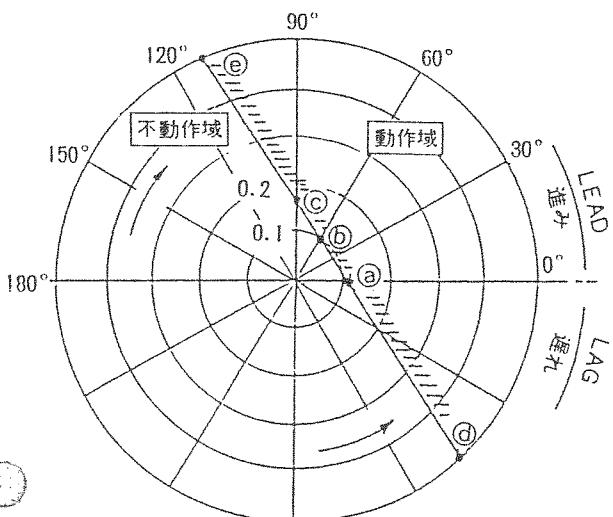

図2 位相特性図
- (4) 電圧（電流）切換スイッチは300Vレンジにし、電圧（電流）調整ツマミで定格電圧の190Vに設定します。
- (5) 位相調整ツマミで位相計の指示を0°に合せます。（P7参照）
- (6) 電流切換スイッチを0.3 [A] レンジにし、電流調整ツマミを静かに回し、（時計方向）、電流を増加させて繼電器が動作する電流が、最小動作電流です。（図2のa点）
- (7) 同様に進み60°、90°に於ける最小動作電流を求めてプロットします。（図2のb、c点）
- (8) 位相調整ツマミで位相計の指示を不動作域（進み170°付近）に合せます。（P7参照）
- (9) 電流切換スイッチを0.6 [A] レンジにし、電流調整ツマミを静かに回して、電流0.5 [A] 流します。
- (10) 位相調整ツマミを不動作域（進み170°付近）から動作域に静かに回し、繼電器が動作する位相角を測定し、プロットします。（図2のe点）
(図2のe点)
- (11) 同様に図2（位相特性図）のd点を求めてプロットし、グラフに描きます。
- (12) 試験終了したら、動作確認スイッチをOFFにし、電源スイッチをOFFにします。